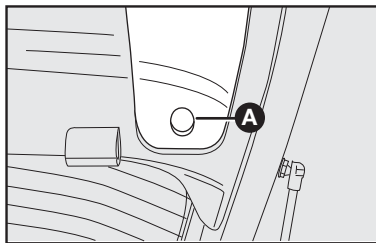

fig. 52
1) Utilizando una llave phillips, saque la tapa **A-fig. 52** en la parte interna de la tapa del compartimiento de equipajes.